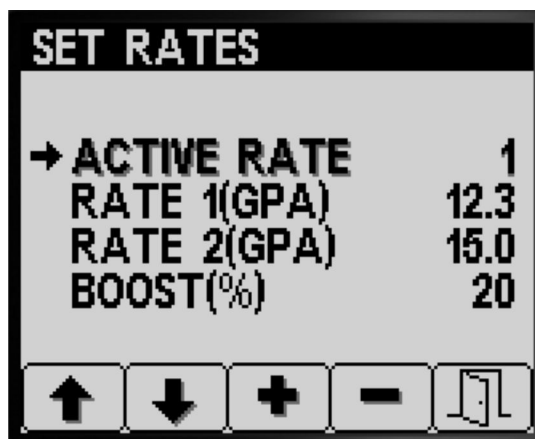

Figura 5
- Prima o botão 1 ou 2 para navegar para a opção TAXA ATIVA (Figura 5).
- Prima o botão 4 para selecionar a entrada TAXA ATIVA (Figura 5).
- Prima os botões 3 ou 4 para definir a taxa ativa programada para a TAXA 1 ou a TAXA 2 (Figura 5).